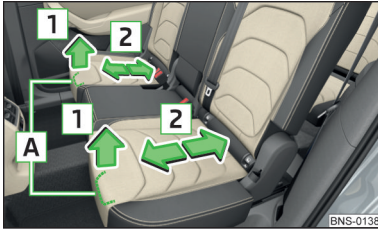

Abb. 92
- › Den Hebel **A** in Pfeilrichtung **1** ziehen und den Sitz in die gewünschte Position in Pfeilrichtung **2** verschieben » **Abb. 92**. Nach dem Loslassen des Bedienungshebels muss die Verriegelung hörbar einrasten.